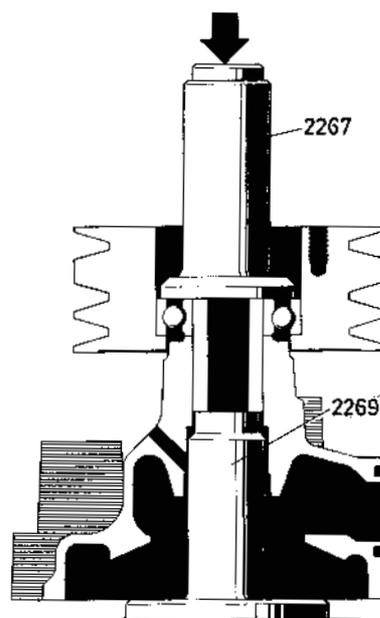

Fig. 91. Remontage de la poulie avec roulement arrière
3. Poser le gabarit de fixation 2269 à la place de la turbine (fig. 91). A l'aide du mandrin 2267, presser sur la poulie avec le roulement arrière.